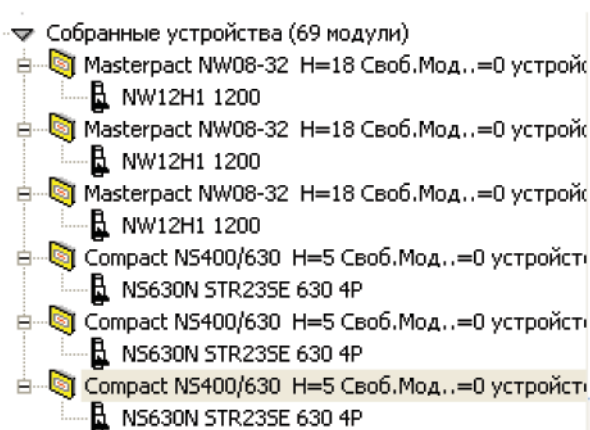

Рис. 105
21) Переносим три автоматических выключателя Compact NS630 из раздела “Устройства” в раздел “Собранные устройства” (рис. 105). Как и в случае с Masterpact, доступна установка одного NS630 на одну плату – можно переносить как по одному выключателю так и все сразу.